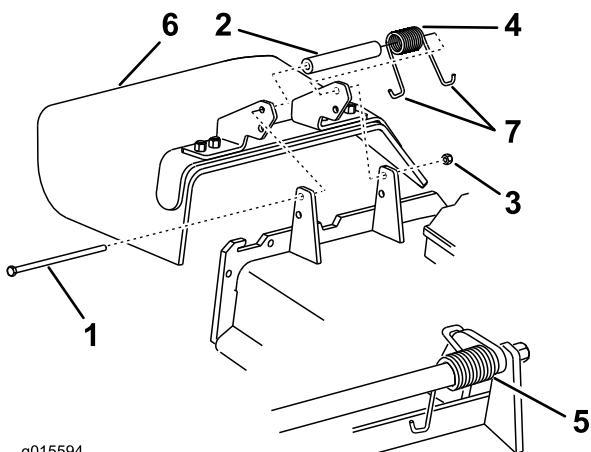

Figure 97
Remarque: Prenez soin de placer une extrémité en **J** du ressort derrière le bord du plateau avant de mettre le boulon en place, comme indiqué à la Figure 97.
3. Remettez le boulon et l'écrou. Accrochez une extrémité en **J** du ressort au déflecteur d'herbe (Figure 97).
1. Retirez le contre-écrou, le boulon, le ressort et l'entretoise qui fixent le déflecteur aux supports de pivot (Figure 97). Enlevez le déflecteur s'il est endommagé ou usé.